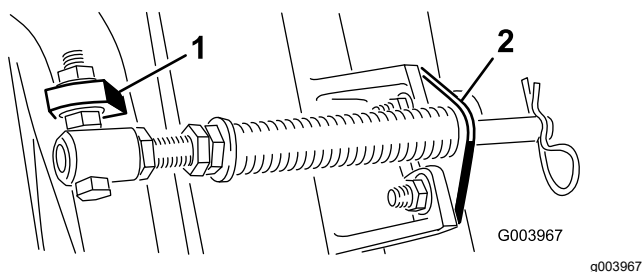

Bild 5
4. Montieren Sie die Stangenhalterung mit den Schlossschrauben und Muttern an den Mähwerksnasen (Bild 5).